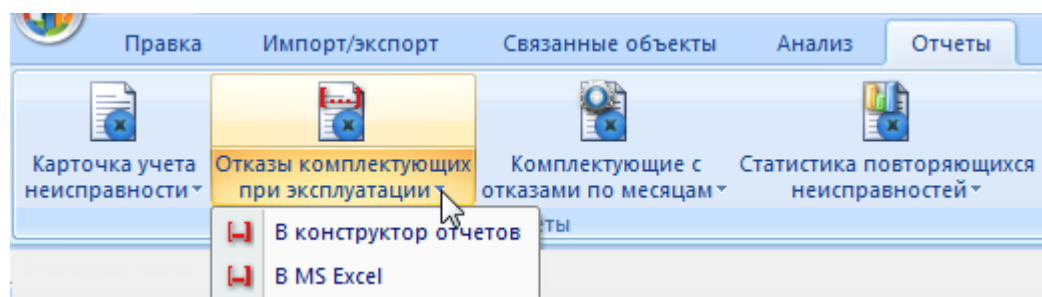

Рис. 13-329 – Вкладка «Отчеты»
- 2) Открыть вкладку «Отчеты» в рабочем окне «Отказы» и выбрать наименование отчета «Отказы комплектующих при эксплуатации» (рис. 13-329).